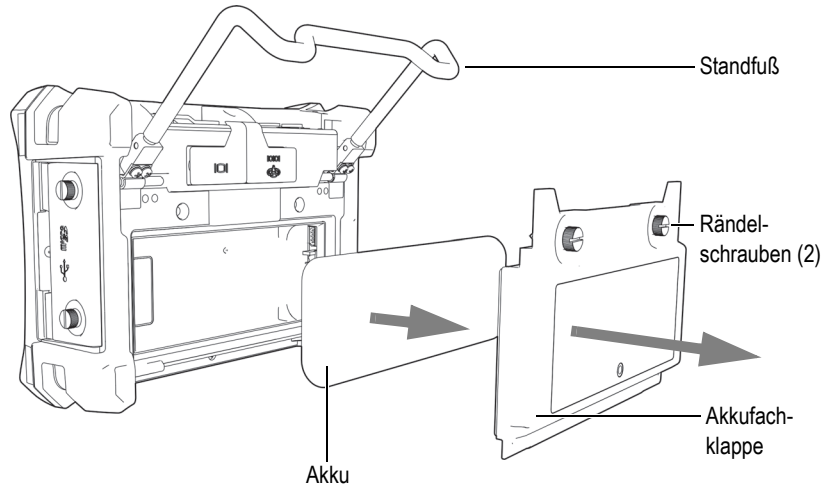

Abbildung 1-10 Lithium-Ionen-Akku herausnehmen
2. Lösen Sie an der Rückseite des Geräts die beiden Schrauben der Akkufachklappe (siehe Abbildung 1-10 auf Seite 36).
3. Entfernen Sie die Klappe des Akkusfachs (siehe Abbildung 1-10 auf Seite 36).